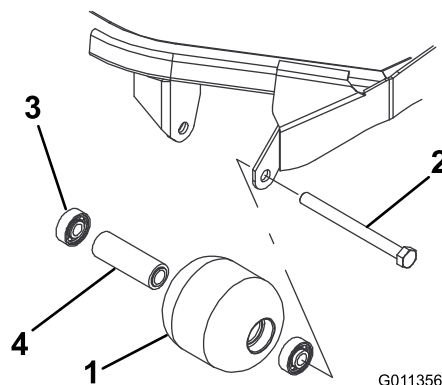

Figura 68
1. Rimuovete il bullone di montaggio del rullo (Figura 68).
4. Verificate la presenza di eventuali danni sull'alloggiamento, sui cuscinetti e sul distanziale del cuscinetto del rullo (Figura 68).
1. Montate il primo cuscinetto premendolo nell'alloggiamento all'interno del rullo (Figura 68). Premete soltanto sulla pista esterna o, in misura uguale, sulla pista interna ed esterna.
2. Inserite il distanziale (Figura 68).
3. Spingete il secondo cuscinetto nell'alloggiamento all'interno del rullo (Figura 68), premendo in misura uguale sulla pista interna ed esterna, fino a quando la prima pista non tocca il distanziale.